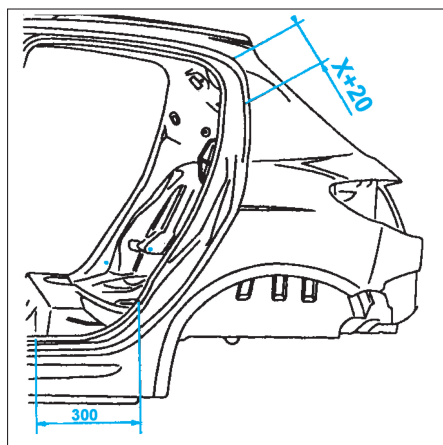

FIG. 117
• Tracer puis découper l'aile à l'aide d'une meule épaisseur 1 mm (coupe provisoire) (Fig.117).